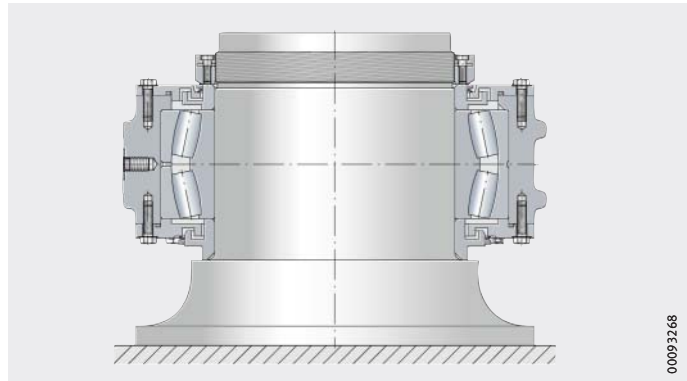

Bild 16
- ▶ Die Wellenmutter gemäß Montageanweisung des Herstellers montieren und gegen das Lösen sichern, *Bild 16*.